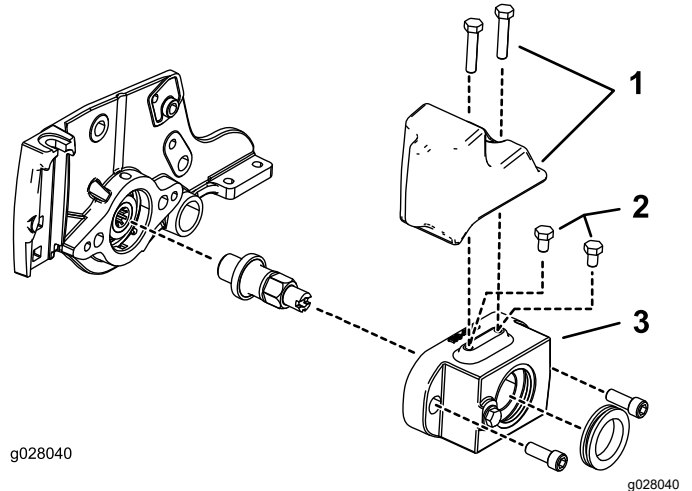

Рисунок 5
- Гидравлические двигатели барабана на 12,7 см: установите 2 болта (5/16-18 x $\frac{1}{2}$ дюйма) на верхней стороне корпуса щетки катка (Рисунок 5).
- Электродвигатели барабана на 12,7 см: установите комплект концевых грузов на верхней части корпуса щетки катка с помощью 2 болтов (5/16-18 x $\frac{1}{2}$ дюйма); см. Рисунок 5.